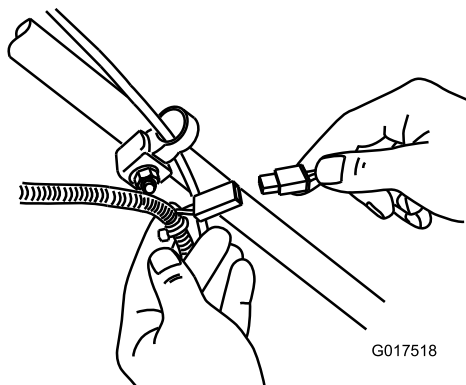

Figura 35
1. Collegate il caricabatterie al cablaggio preassemblato del tosaerba, sotto la chiave di accensione (**Figura 35**).